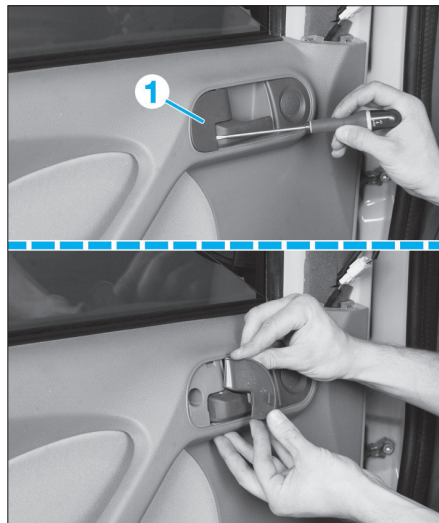
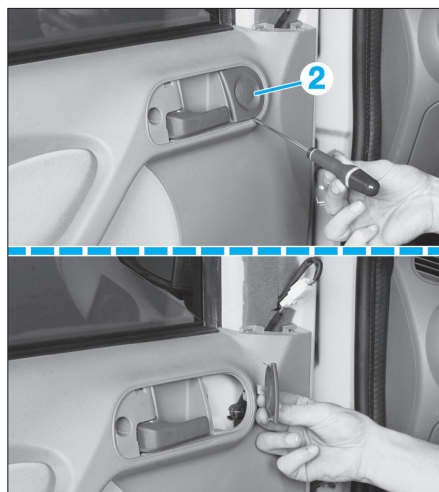

FIG. 34
FIG. 35
• Dégrafer avec précaution l'enjoliveur (1) et (2) (Fig.34) et (Fig.35).